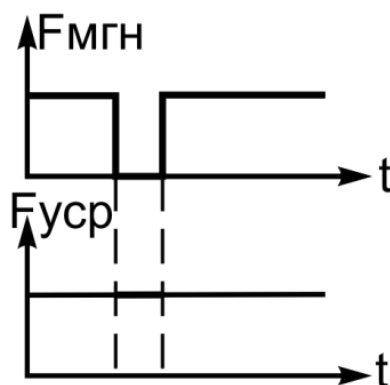

Рисунок 5 – Формирование кода ошибки
**⚠ ВНИМАНИЕ!!!** Если при измерении мгновенной частоты зафиксирована ошибка происходит формирование кода ошибки, текущее усредненное значение частоты  $F_{\text{уср}}$  остается неизменным, а ошибочное значение отбрасывается (рис. 5).